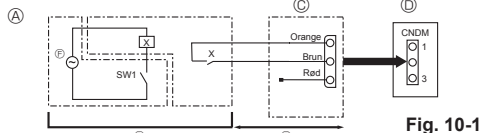

Fig. 10-1
10.1. Low noise modus (ændring på stedet) (Fig. 10-1)